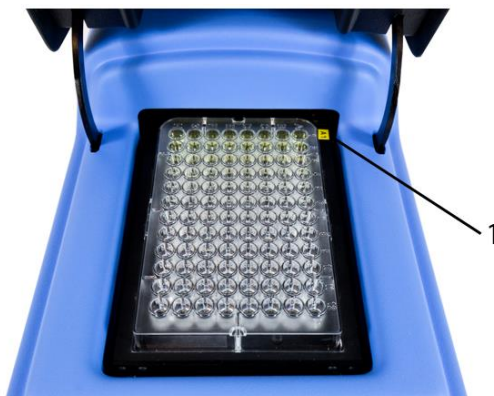

Рисунок 3. Расположение микропланшета
- Подключите внешний блок питания к разъёму на задней стороне прибора (рис. 3/2) и расположите прибор и блок питания так, чтобы обеспечить свободный доступ к розетке и выключателю.